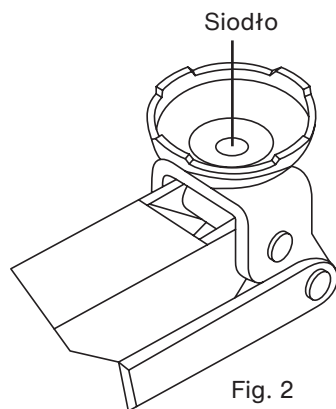

Fig. 2
3. Przenieść podnośnik pod podnoszony pojazd, a konkretnie pod punkty podparcia przewidziane dla podnośnika (przestrzegać przy tym instrukcji producenta pojazdu). W zależności od potrzeb można wyjąć adapter wysokości z mocowania po lewej stronie podnośnika i włożyć go w mocowanie siodła (Fig. 2). Zwiększa to wysokość podnoszenia o 90 mm.